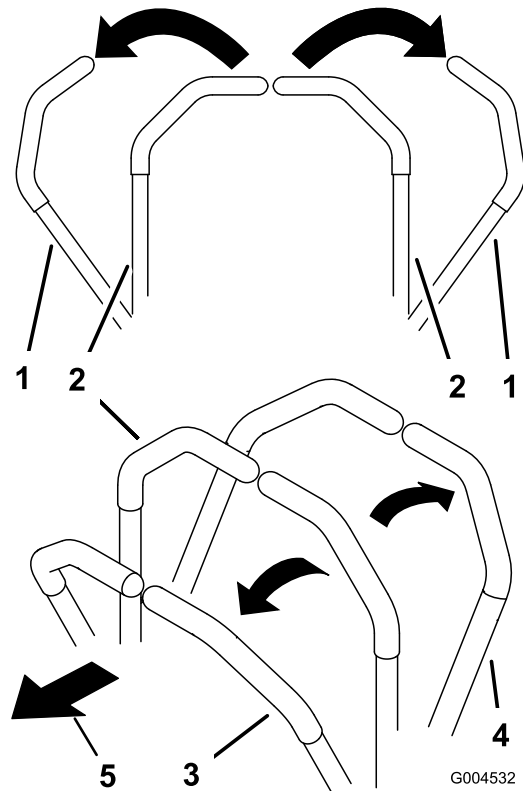

Bild 18
2. Drücken Sie die Steuerhebel langsam nach vorne, um vorwärtszufahren (Bild 18).
Wenden Sie denselben Druck auf beide Fahrtriebshebel an, um geradeaus zu fahren (Bild 18).
Verringern Sie zum Wenden den Druck auf den Fahrtriebshebel in der Richtung, in der Sie wenden möchten (Bild 18).